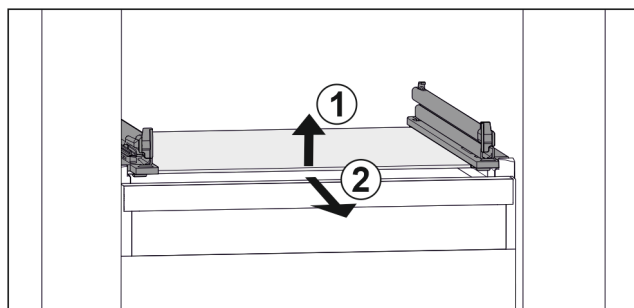

Fig. 116 Przykładowa prezentacja płyty szklanej
- ▶ Unieść płytę szklaną z przodu. Fig. 116 (1)
- ▶ Wyjąć płytę szklaną do przodu. Fig. 116 (2)